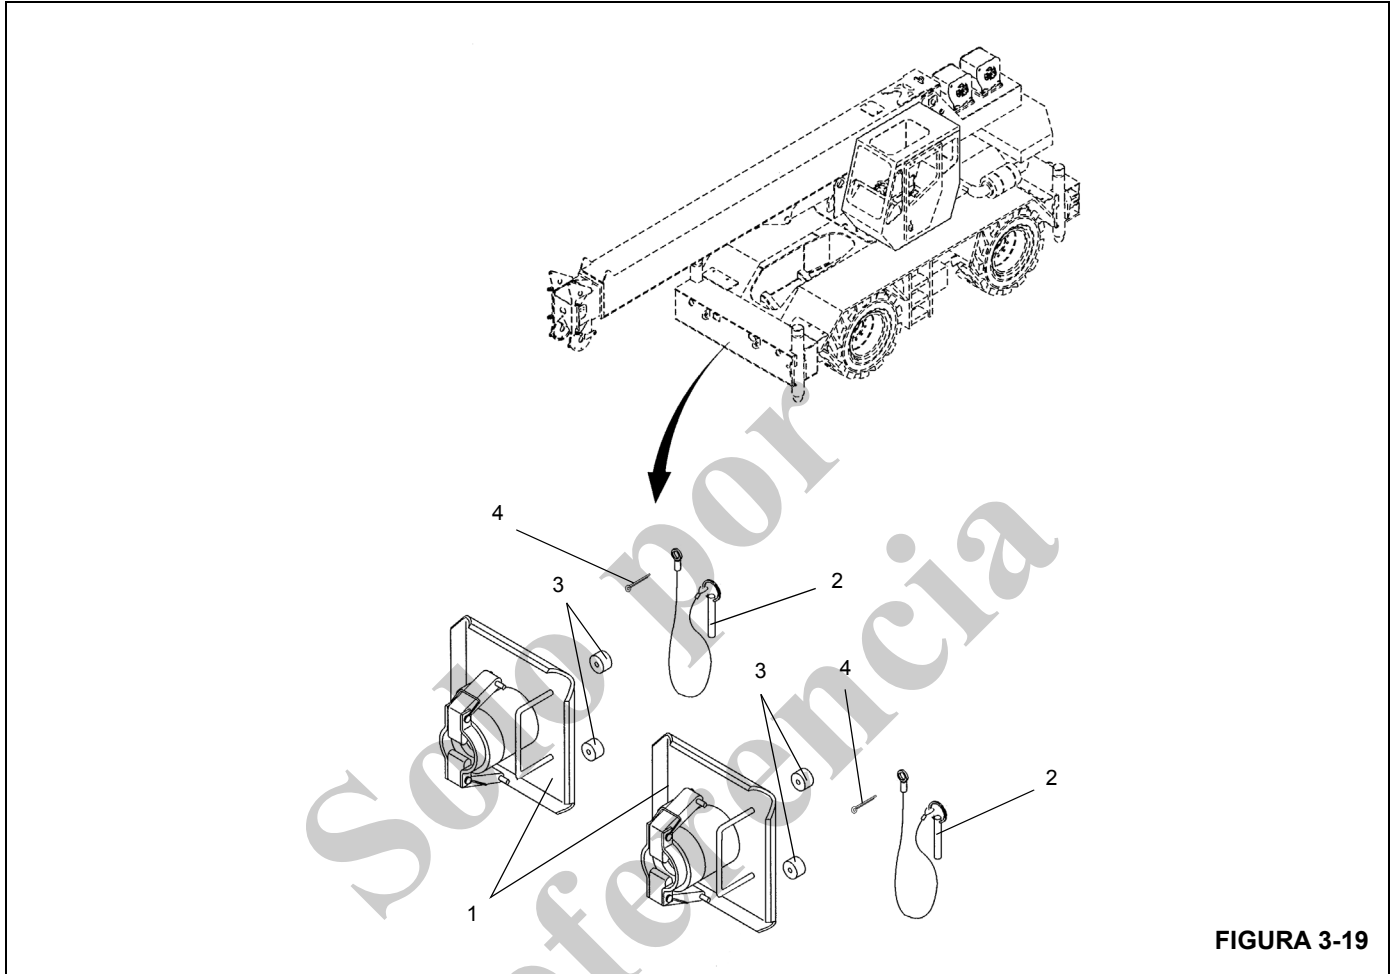

FIGURA 3-19
7. Después de que todos los estabilizadores se hayan retraído, almacene los flotadores de los estabilizadores (Figura 3-19).